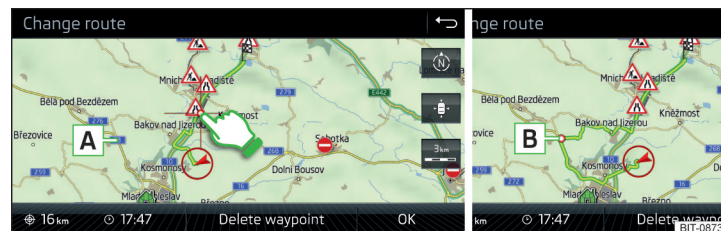

Fig. 248 Cambio de ruta en el mapa / Punto de paso de la ruta
- Tocando la pantalla en el área de ruta y desplazar el cruce sobre el lugar deseado en el mapa (p.ej. [A] » fig. 248).
El punto de paso [B] es insertado en la ruta » fig. 248.